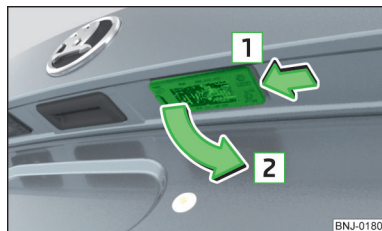

Bild 214
- Tryck in lampan i pilriktningen **1** » bild 214.